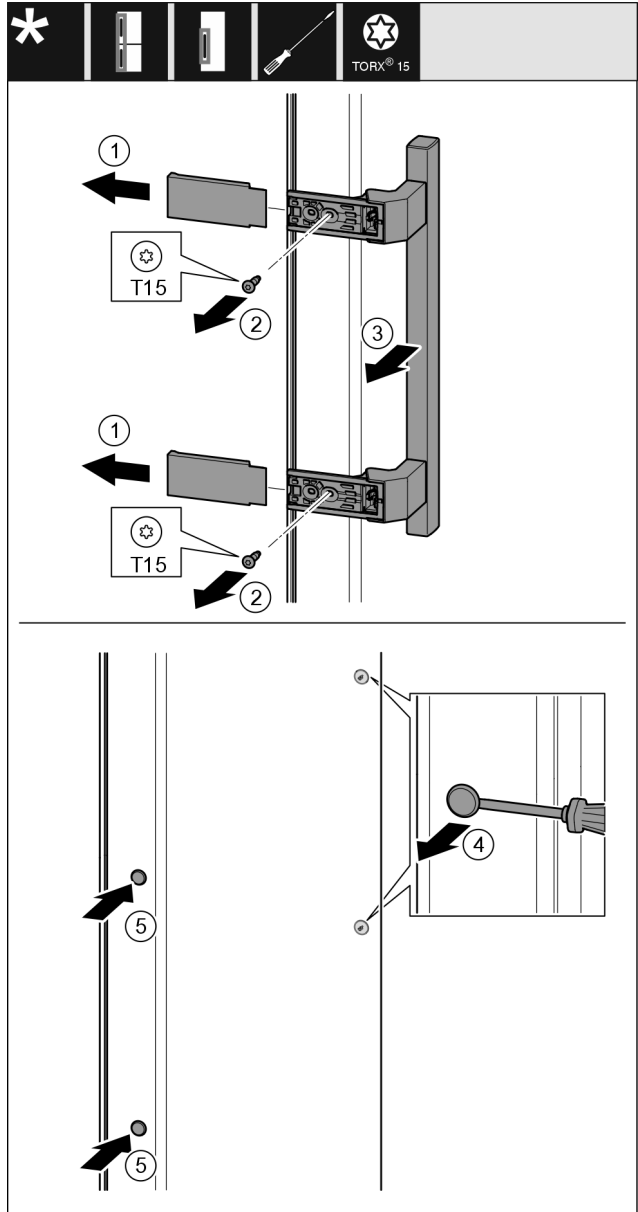

Fig. 18
- Trekk av dekselet Fig. 18 (1).
- Skru ut skruene Fig. 18 (2) med en skrutrekker.
- Ta av håndtaket Fig. 18 (3).
- Løft pluggene på siden Fig. 18 (4) forsiktig med en skrutrekker og trekk dem ut.
- Sett igjen inn pluggen Fig. 18 (5) på den andre siden.